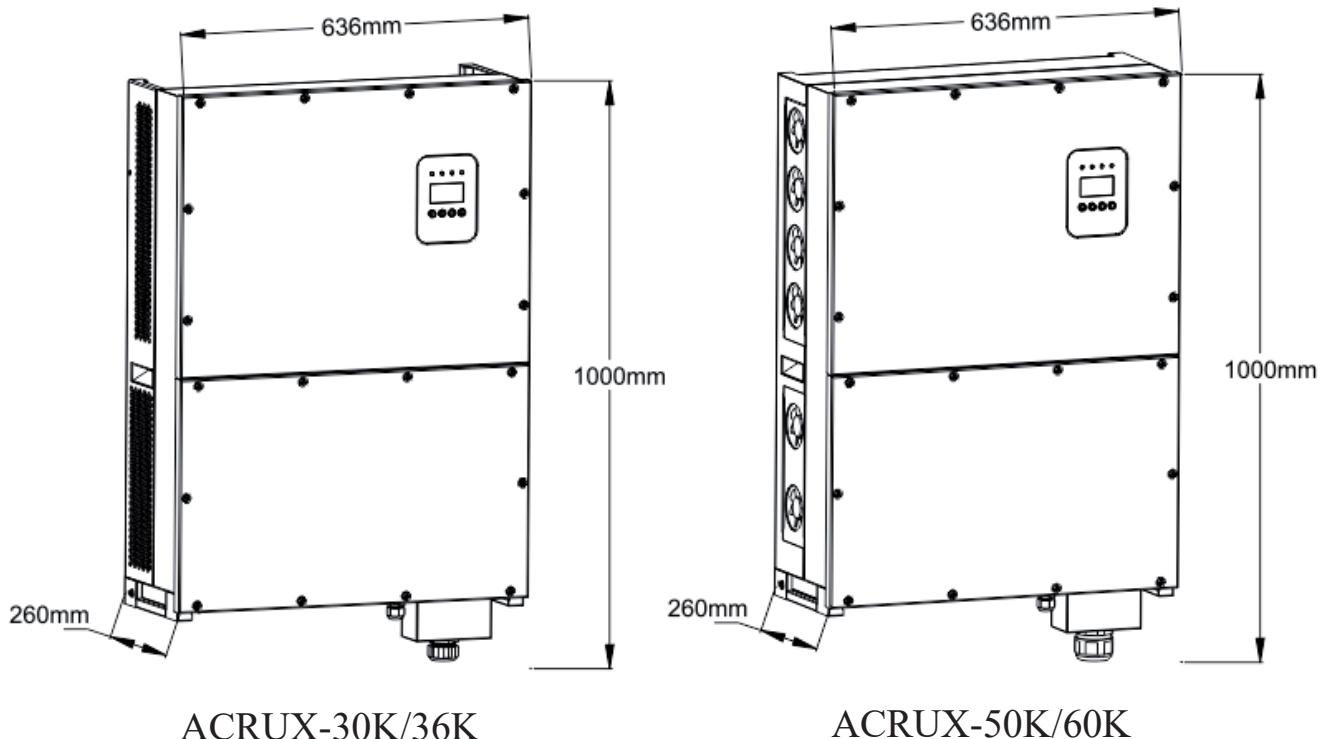

Рисунок 14 – Габарити ACRUX-30K-TM/(36K-DM)/50K-TM/(60K-DM)/60K-TM
- ❖ При виборі місця установки необхідно враховувати габаритні розміри інверторів (рисунок 14).